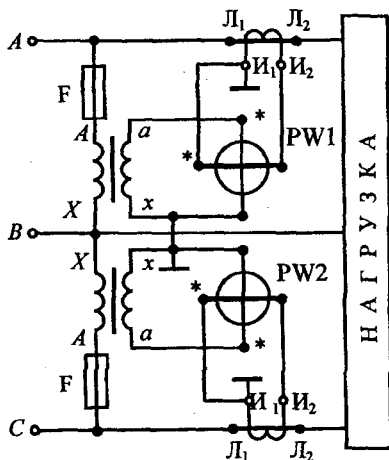

Рис. 4.10
**Решение.** Схема включения двух ваттметров с измерительными трансформаторами тока и напряжения приведена на рис. 4.10.